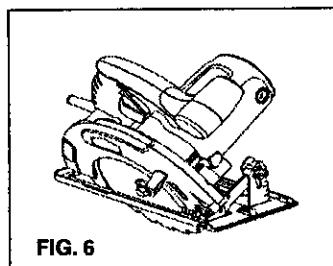

FIG. 6
2. Incline la sierra (Fig. 6) hasta llegar al ángulo deseado de acuerdo con la escala del medidor de ingletes de 0° a 45°.